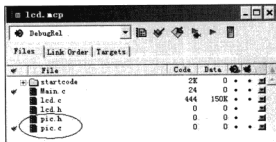

图 13-30 添加 pic.h 和 pic.c 文件
(4) 此时，需要将 pic.h 和 pic.c 文件添加到该工程中，如图 13-30 所示。